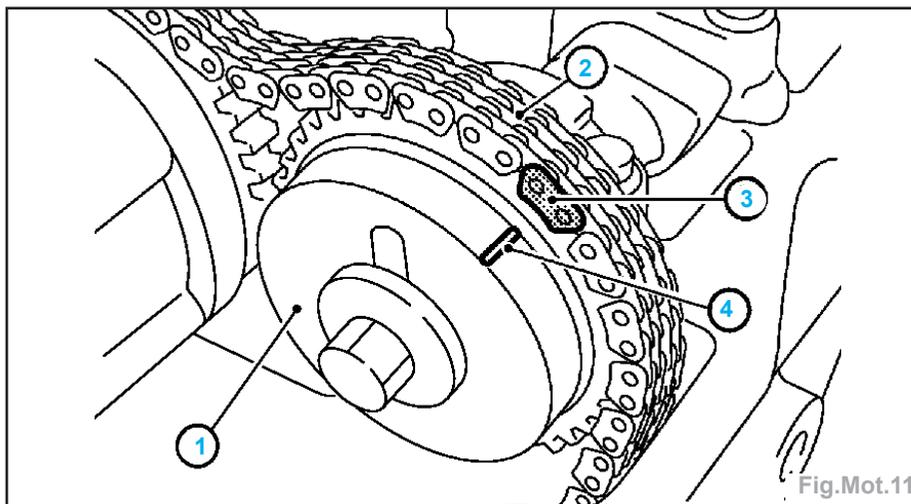

Fig.Mot.11
- Reposer la roue crantée de l'arbre à cames d'échappement (1) (Fig.Mot.11) :
- reposer la chaîne de distribution (2) en alignant son repère d'alignement (3) (apposé lors de la dépose de la chaîne de distribution) sur le repère (4) de la roue crantée de l'arbre à cames (1),